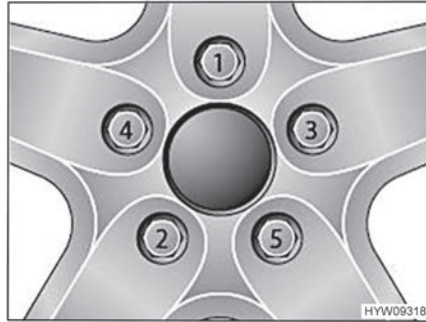

Bild 88 Radmuttern oder Radschrauben über Kreuz festziehen
- Radmuttern oder Radschrauben in der Reihenfolge, die in Bild 88 gezeigt ist, festziehen. Dazu einen Drehmomentschlüssel verwenden und das vorgeschriebene Anziehdrehmoment einhalten (siehe Abschnitt 13.5).
- Radmuttern oder Radschrauben regelmäßig auf festen Sitz prüfen. Radmuttern oder Radschrauben eines ausgewechselten Rades nach 50 km nachziehen. Dabei in der Reihenfolge vorgehen, die in Bild 88 gezeigt ist.
- Wenn neue oder neu lackierte Felgen verwendet werden, die Radmuttern oder Radschrauben zusätzlich nach ca. 1000 bis 5000 km nachziehen. Dabei in der Reihenfolge vorgehen, die in Bild 88 gezeigt ist.